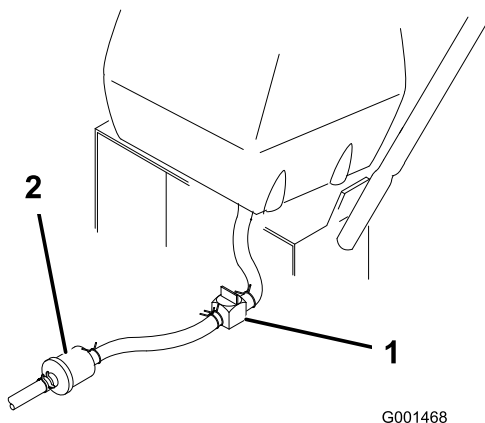

Figure 34
2. Fermez le robinet d'arrivée de carburant sur le réservoir de carburant (Figure 34).
3. Pincez les extrémités du collier de fixation et poussez le collier en haut de la conduite d'alimentation, à l'opposé du filtre à carburant (Figure 34).
4. Débranchez la conduite d'alimentation du filtre à carburant (Figure 34).
3. Fermez le robinet d'arrivée de carburant sur le réservoir de carburant (Figure 34).
7. Ouvrez le robinet d'arrivée de carburant sur le réservoir de carburant (Figure 34).